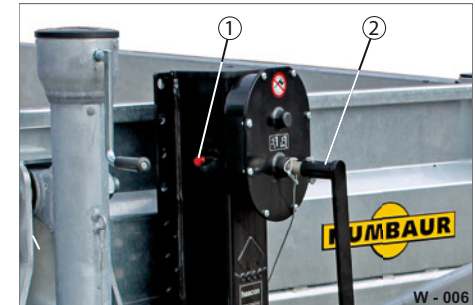

Abb. 6 Getriebestützwinde / Schwenkstütze
- ▶ Fahren Sie den Fuß der Stützwinde mittels Kurbel (Abb. 6/2) komplett aus.
- ▶ Entfernen Sie die Kappe vom Schmiernippel (Abb. 6/1). Reinigen Sie den Schmiernippel mit einem sauberen, trockenen Lappen.